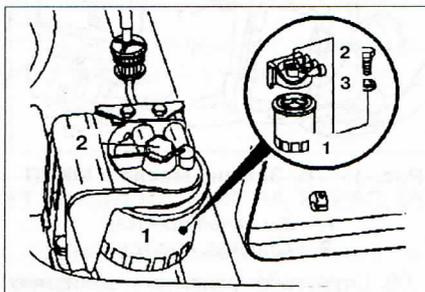

**Рис. 1.11. Очистка фильтрующего элемента топливного предфильтра:**
3. Открутите крышку **1** и извлеките корпус **4** предфильтра вместе с фильтрующим элементом **3** (рис. 1.11). Замените фильтрующий элемент, если он поврежден или сильно засорен.